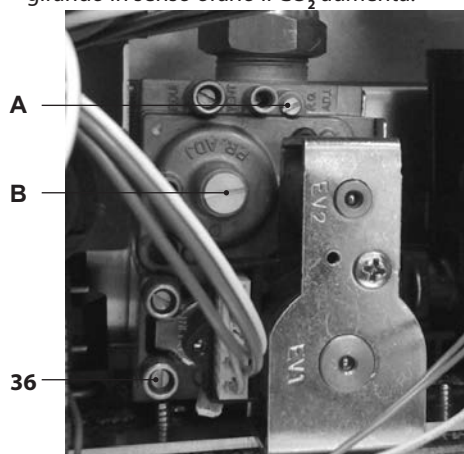

Figura 7.5
- A caldaia spenta (fuori servizio), controllare la pressione di alimentazione utilizzando la presa 36 in Figura 7.5 e confrontare il valore letto con quelli riportati nella tabella Pressioni di alimentazione gas nella sezione "Dati tecnici" pag. 33.
- Richiudere bene la presa di pressione 36 in Figura 7.5.
- Per tarare il CO_2 della caldaia (pressione del gas al bruciatore) svitare completamente il tappo in ottone di protezione B e agire sulla vite a brugola \varnothing 4 mm sottostante Figura 7.5, girando in senso orario il CO_2 aumenta.
- Se i due dati non coincidono agire sulla vite regolazione massimo RQ (A in Figura 7.5) della valvola gas e tarare il CO_2 allo stesso valore riportato nella sezione "Dati tecnici" in tabella "Dati in sanitario" pag. 30 (modelli M260.1616 SV/T), pag. 33 (modelli M260.2025 SV/T) e pag. 36 (modelli M260.3035 SV/T). Girando in senso orario il CO_2 diminuisce.